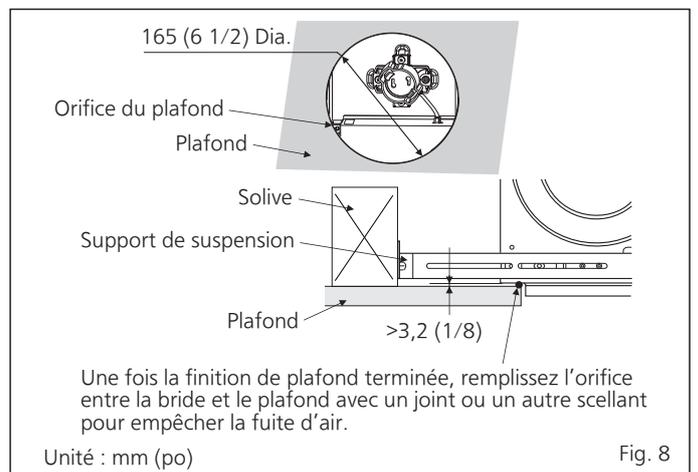

Fig. 8
- Terminez les travaux au plafond. Formez un orifice circulaire dans le plafond (diamètre de 165 mm (6 1/2 pouces)). Et assurez-vous qu'il reste un espace (>3,2 mm (1/8 pouces)) entre le boîtier du luminaire et le plafond. (Voir Fig. 8)